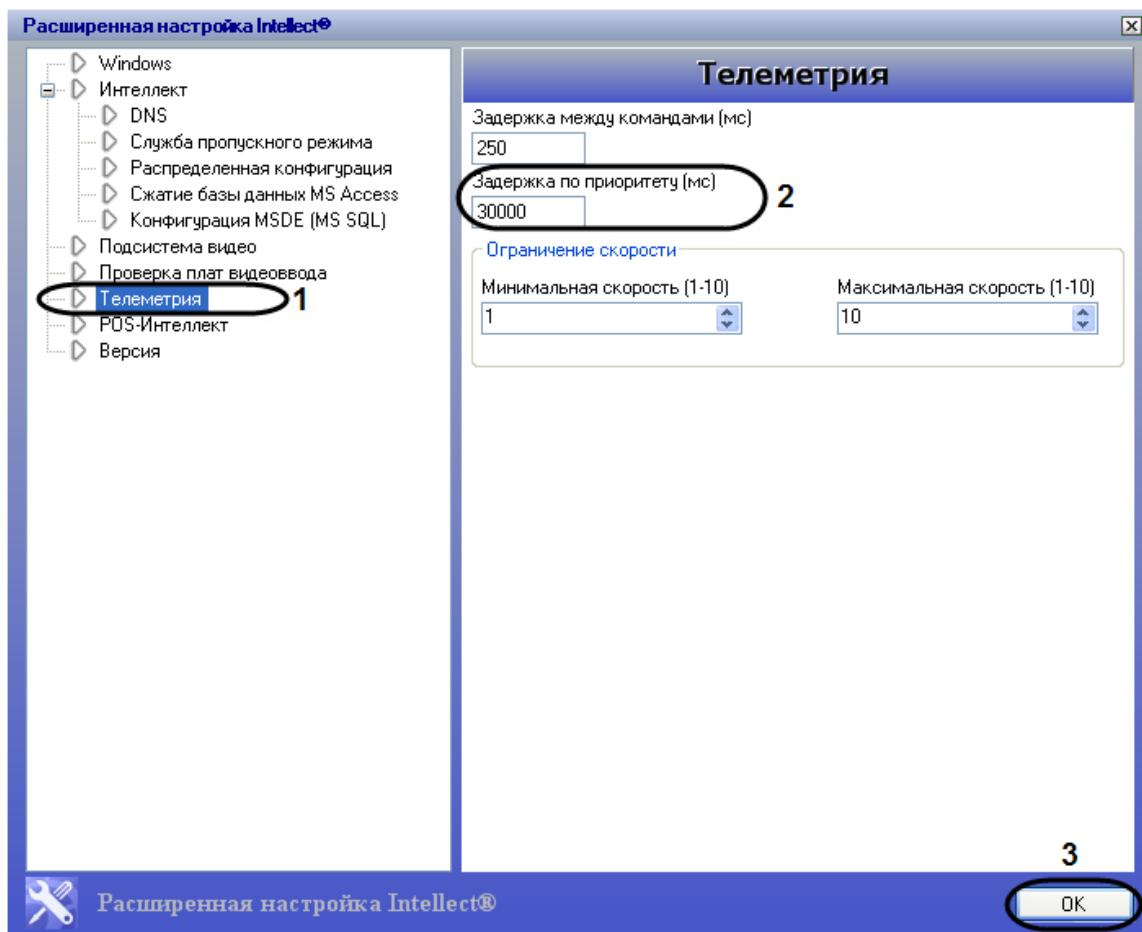

Рис. 3.4—3 Раздел «Телеметрия» утилиты tweaki.exe
2. Выбрать раздел «Телеметрия» (Рис. 3.4—3, 1).
3. В поле «Задержка по приоритету (мс)» задать значение задержки при передаче управления поворотным устройством (см. Рис. 3.4—3, 2).
4. Нажать кнопку «OK» для сохранения изменений (см. Рис. 3.4—3, 3).